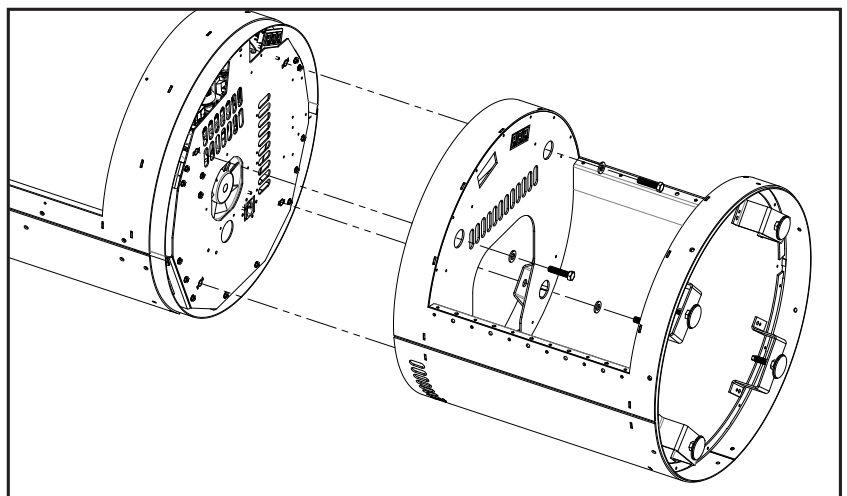

Figure 83: Installation de piédestal de bois
Le piédestal de bois est emballé avec quatre (4) boulons à tête hexagonale et quatre (4) rondelles utilisées pour fixer le piédestal sur l'unité. Fixez le socle en bois à l'unité en utilisant les mêmes trous filetés que les pieds de nivellement ont été installés (voir la Figure 83).